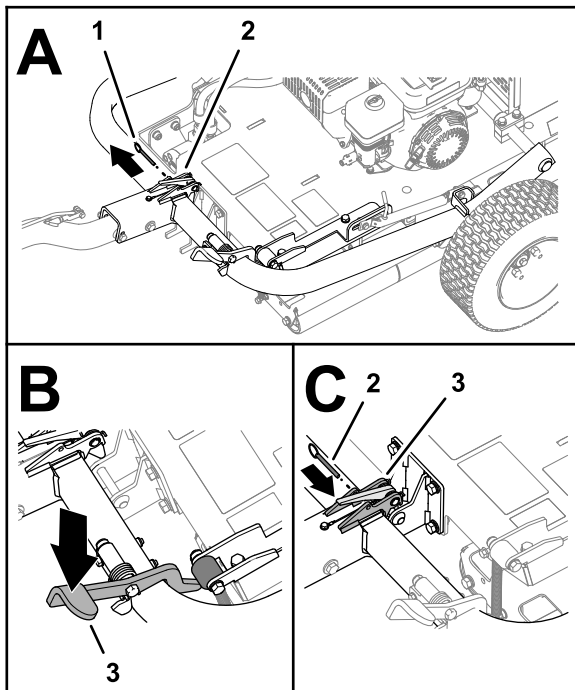

Figura 8
- Se instalado, remova o pino de bloqueio do trinco.(Figura 8).
- Pise o pedal do engate até o engate ficar bloqueado no lugar (Figura 8).
- Insira o pino de bloqueio através dos furos do trinco (Figura 8).